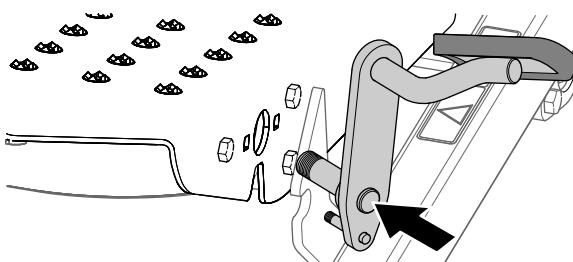

Figura 11
8. Alinee el pedal de bloqueo con el reposapiés izquierdo y con los taladros del soporte de giro (Figura 11).